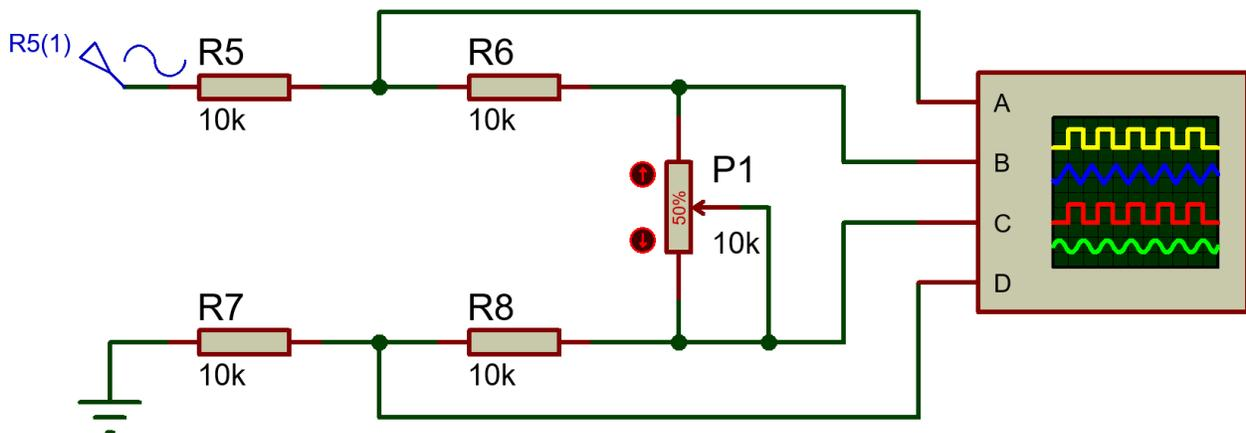

Figura 1.12. Conexión del osciloscopio dentro del simulador.
19. Modifique el valor de las resistencias como se indica a continuación en el circuito de la figura 1.12, observe y grafique las señales V1, V2, V3 y V4 acotándolas correctamente.